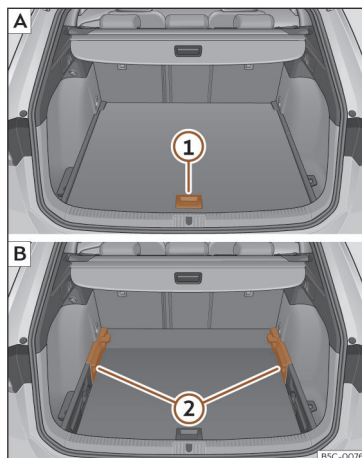

Fig. 179 Piso variável da bagageira: **A** posição alta; **B** posição baixa.
- Para passar da posição baixa para a alta, levante o piso pela pega >>> Fig. 179 (1), puxe-o para trás até que a parte dianteira do piso baixe totalmente os suportes (2).
- Desloque o piso sobre estes para a frente até que chegue ao limite no encosto dos bancos traseiros e, de seguida, baixe o piso com a peça (1).
- Para passar da posição alta para a baixa, levante o piso pela pega >>> Fig. 179 (1), puxe-o para trás até que a parte dianteira do piso baixe totalmente os suportes (2).
- Deixe cair a parte anterior contra o piso e empurre o piso para a frente até que atinja o limite no encosto dos bancos traseiros, baixando ao mesmo tempo o piso com a pega (1).
- Com o piso variável na posição alta, levante pela pega >>> **Fig. 179** ①, puxe-o e empurre para o encosto dos bancos traseiros até que o piso dobre pela linha da dobradiça e a parte móvel do piso assente sobre o mesmo.